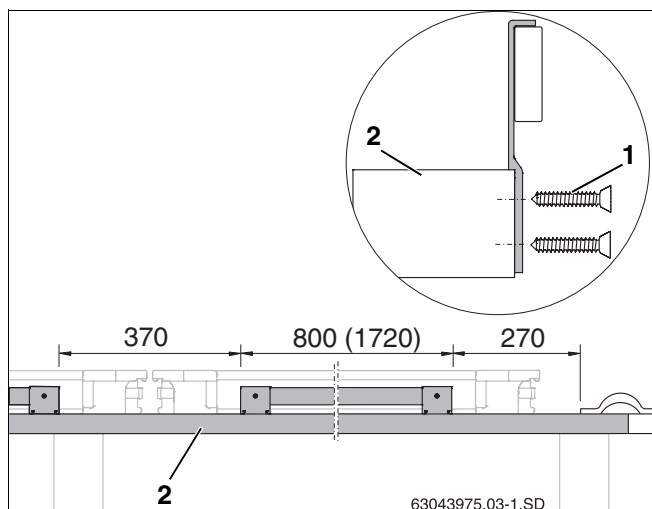

Fig. 11 Fijación de los seguros contra deslizamiento al listón de tejado (dimensiones en mm, valor entre paréntesis = ejecución horizontal)
- ▶ Coloque el seguro contra deslizamiento montado previamente sobre el primer listón de tejado adicional (fig. 11, **pos. 2**) y fíjelo mediante dos tornillos 4x40 (fig. 11, **pos. 1**) (tenga en cuenta la medida).